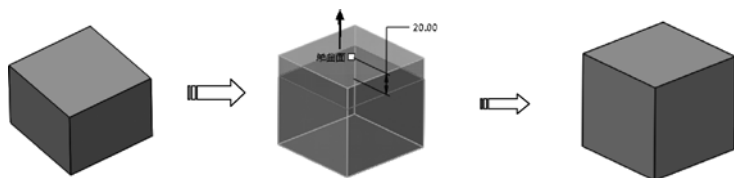

图 4-133 偏移展开
- 展开：在封闭面组或实体草绘的选定面之间创建一个连续体积块，当使用“草绘区域”选项时，将在开放面组或实体曲面的选定面之间创建连续的体积块。偏移后的曲面与周边的曲面相连，偏移效果如图 4-133 所示。